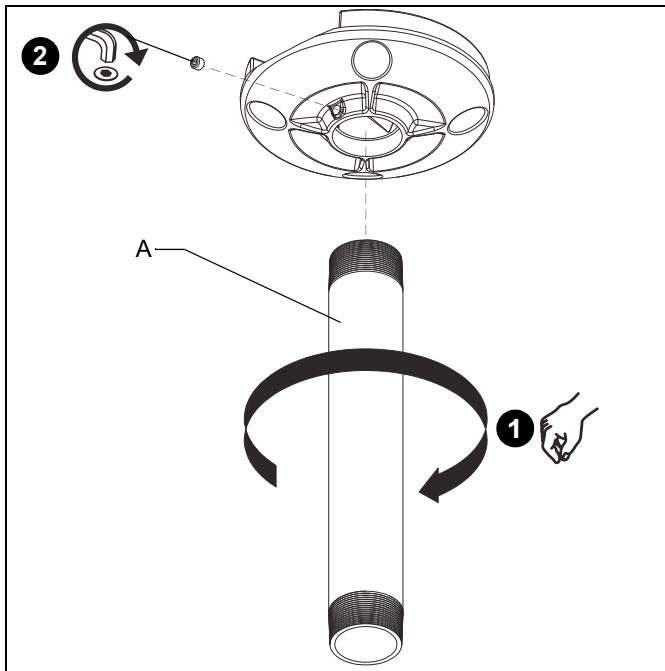

Figura 1
1. Instale a coluna roscada NPT (A) de 1-1/2" na placa/adaptador (Veja a figura 1). Aperte firmemente a coluna.
- Certifique-se de que a coluna (A) prenda quatro roscas completas na placa/adaptador.
2. Prenda a coluna (A) apertando o parafuso de fixação na placa/adaptador (Veja a figura 1).
3. Instale e prenda o suporte do projetor/tela (não incluído) à extremidade inferior da coluna (A) seguindo as instruções incluídas com o suporte.